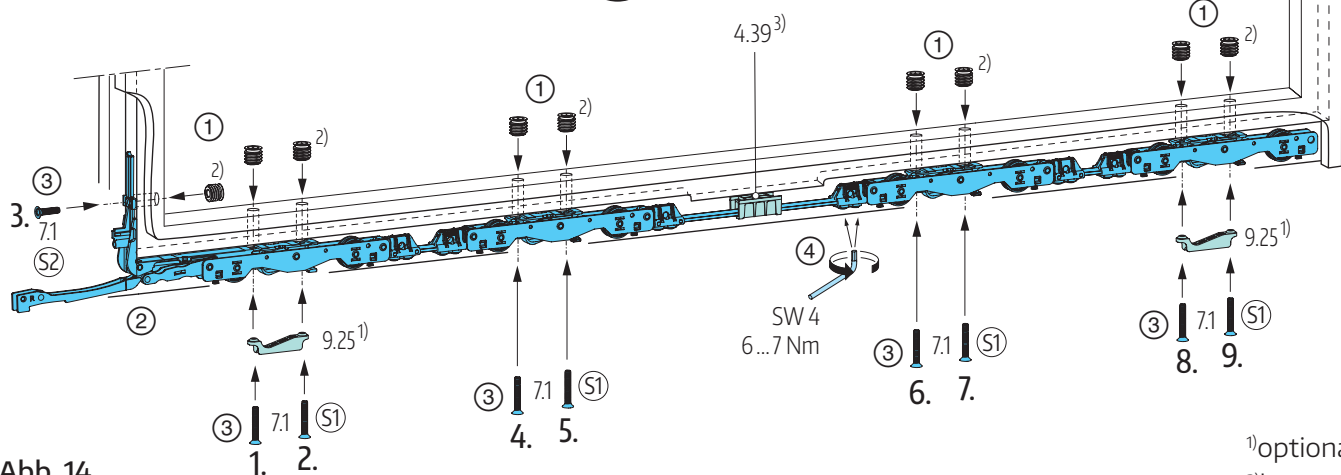
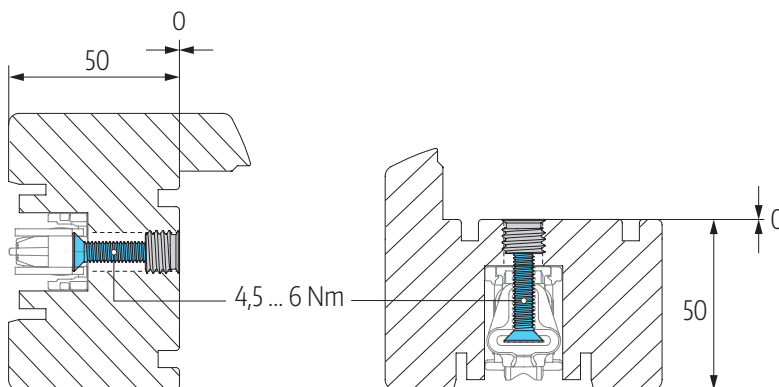

Abb. 14
Abb. 15
## Einsetzen der Laufwageneinheit in den Schiebeflügel, Abb. 14
Bauseitige RAMPA Muffen vom Typ SKD D10-M5-L8 oder ähnlich, bündig in die Durchgangslöcher der Glasfalz einschrauben ① (siehe auch Abb. 15). Die gesamte Laufwageneinheit in die Beschlagaufnahme Nut des Schiebeflügels einsetzen ② und mit Schrauben 7.1 (S1, S2 siehe Tabelle) in den RAMPA Gewindemuffen mit 4,5 ... 6 Nm verschrauben ③. **Beachten Sie hierbei unbedingt die Schraubreihenfolge**, welche Sie nach den Nummerierungen gemäß der Abb. 14